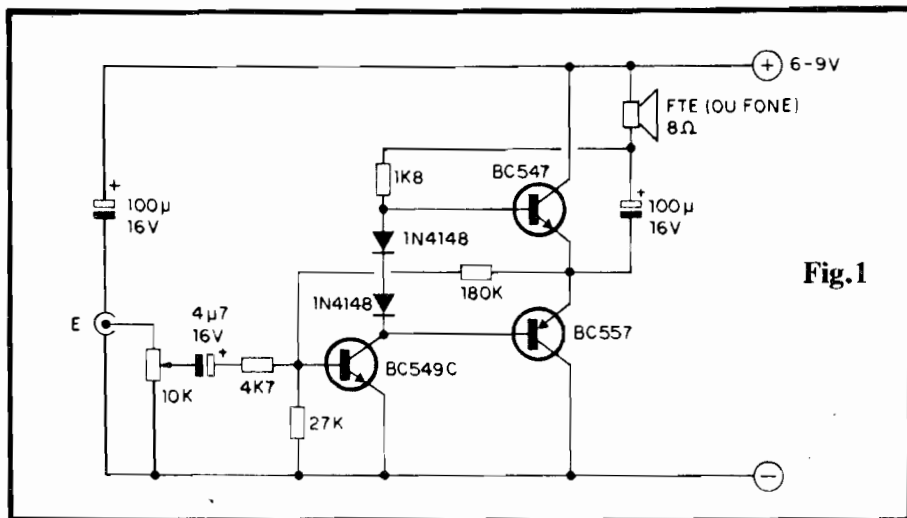

Fig.1
- **FIG. 1 - DIAGRAMA ESQUEMÁTICO DO CIRCUITO** - A estrutura já é bem conhecida dos Hobbystas "veteranos" e, em sua essência, é modernamente muito utilizada em Amplificadores de **alta Potência** (obviamente com transistores "pesados" e mais componentes nas suas redes de polarização, compensação, etc.). Entretanto, mesmo a partir dos modestos representantes da "família BC", é possível organizar-se um circuito funcional, de ótimo desempenho, (sempre considerando que não queremos "quebrar vidraças" com o som final...). O primeiro transistor, um BC549C (alto ganho, baixo ruído...) realiza a pré-amplificação dos sinais, polarizado basicamente